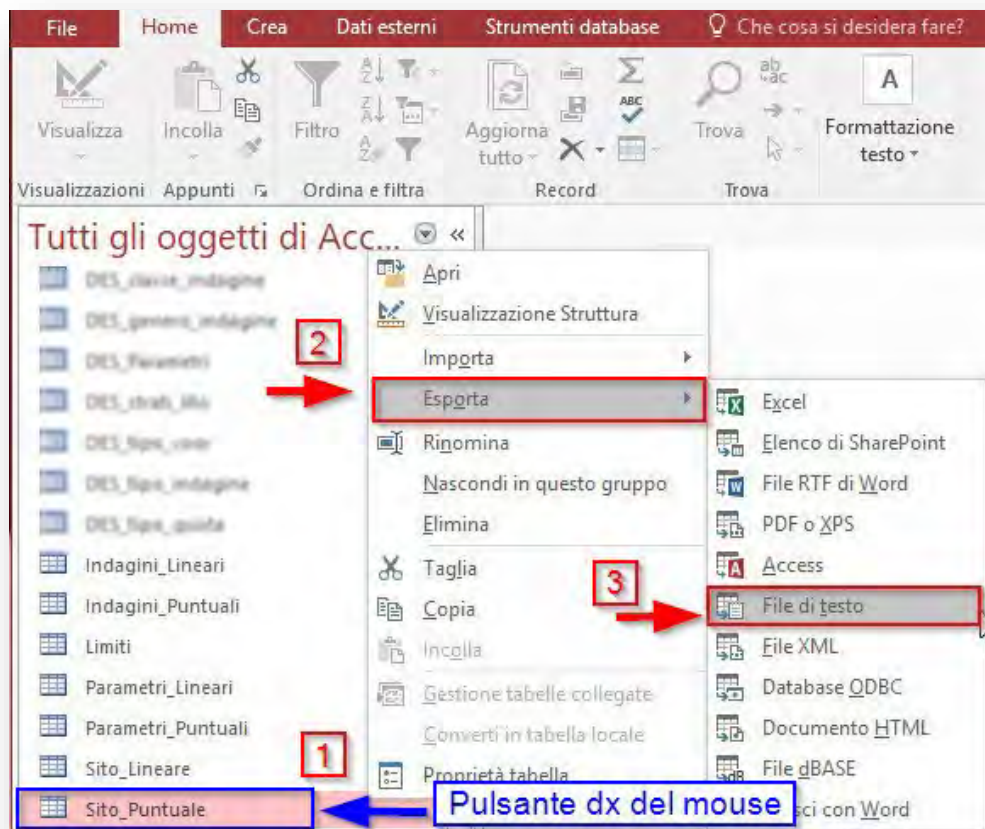

Figura 8 – Procedura d’esportazione delle tabelle del file “CdI_Tabelle.mdb”
3. selezionare una delle tabelle di progetto (in Figura 8 è stata scelta come esempio di procedura la tabella “**Sito_Puntuale**”), premere il pulsante destro del mouse e selezionare **Esporta → File di testo**;